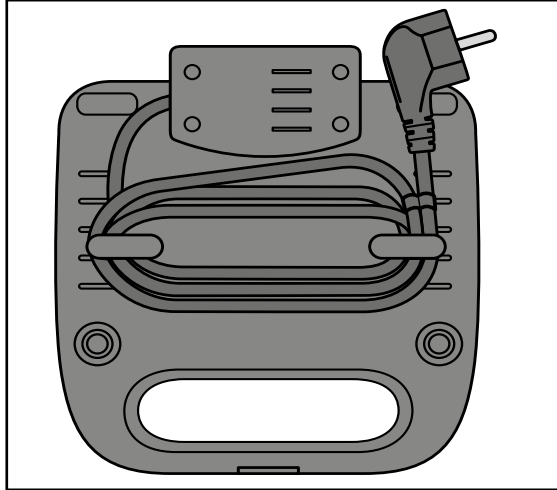

Fig. 1
- Enrole o cabo em torno dos suportes do dispositivo de enrolamento do cabo 13 na traseira do aparelho. Fixe o cabo com a braçadeira (ver fig. 1):